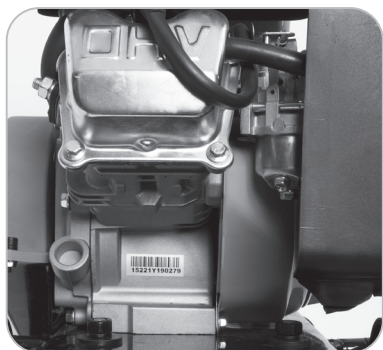

Fig. 14
- Retire el tapón de drenaje del aceite para que se pueda drenar completamente el aceite del motor. **(Fig. 14)**